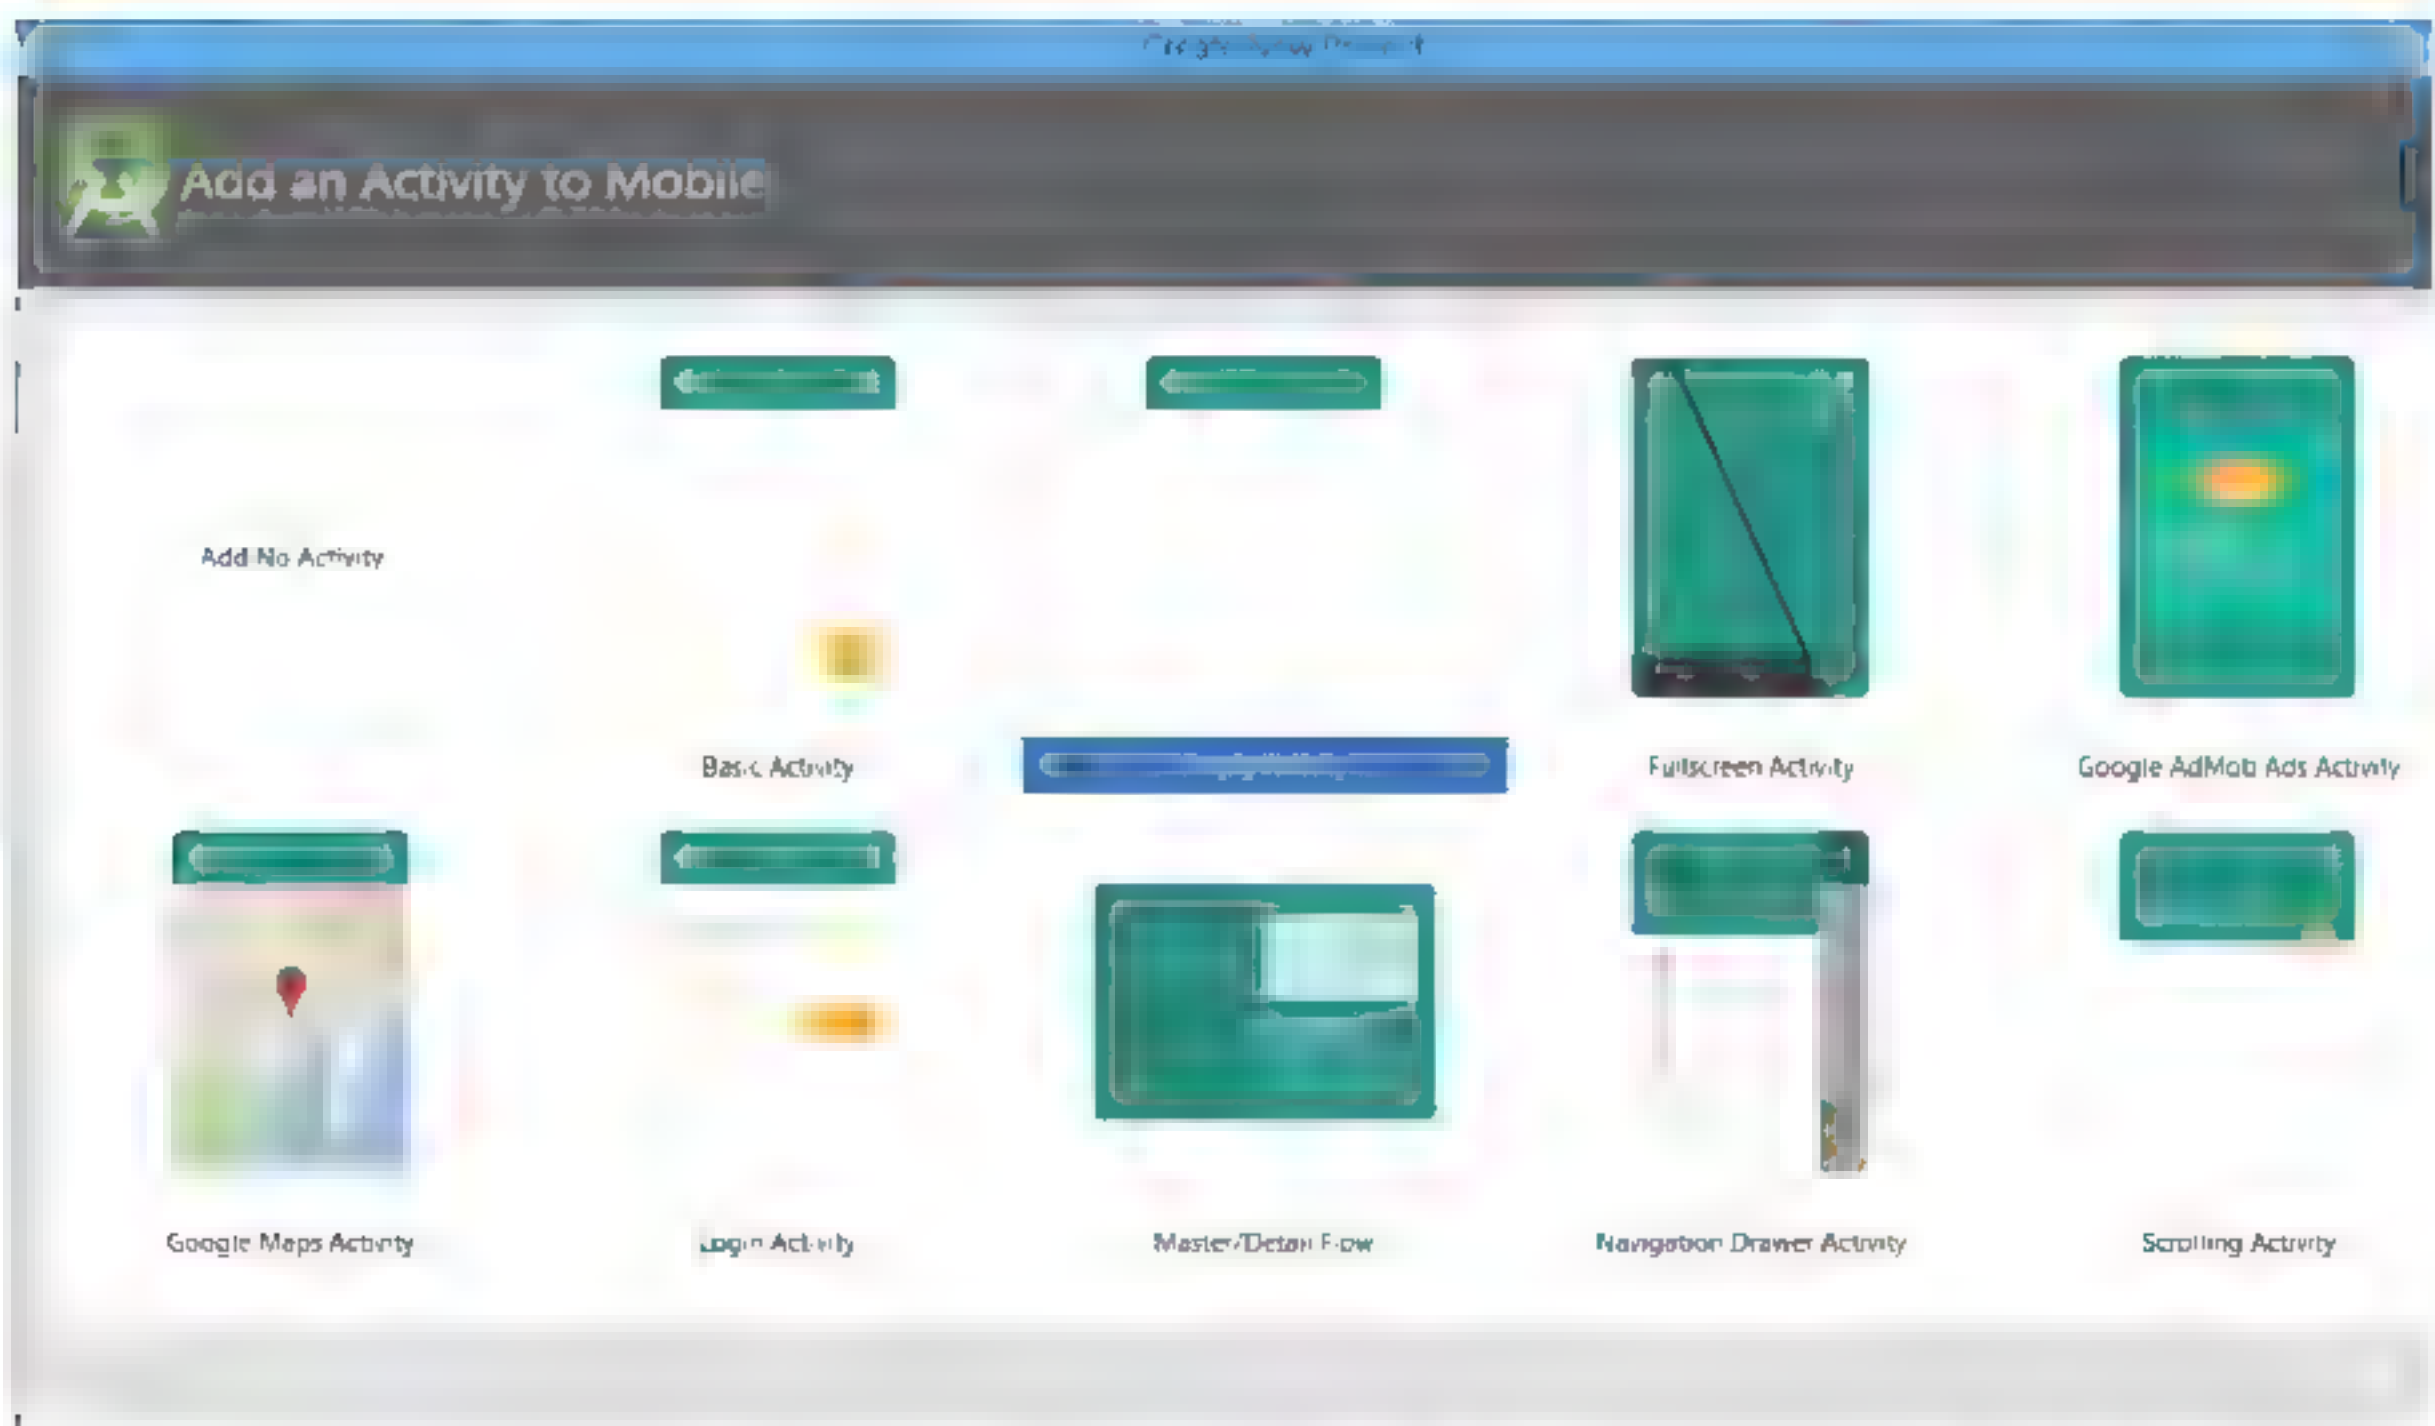

图 2-29 一个空 Activity，没有什么特别的元素，只用作文本输出，这是启动程序时的正确选择
- Add an Activity to Mobile 界面：选择一个 Activity 样板，进行相应的系统设置并创建文件，以供编程和后续 App 的运行使用。我建议你在第一次启动程序时就创建一个空 Activity（Empty Activity，如图 2-29 所示）。然后点击“下一步”。